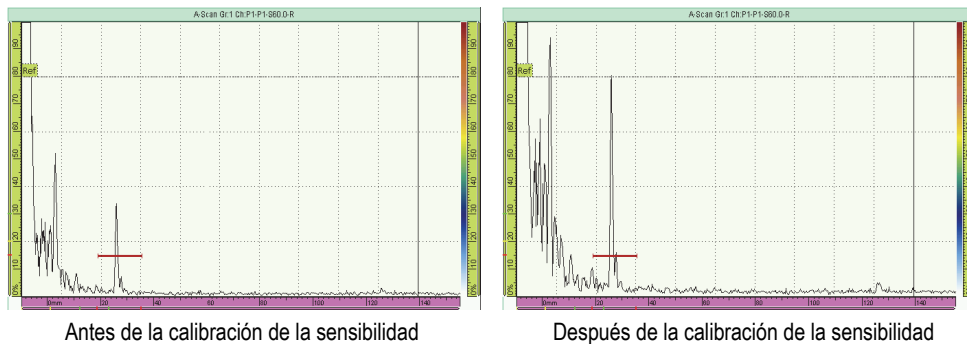

Figura 5-13 Señal del reflector de referencia antes y después de la calibración de la sensibilidad
3. Seleccione **Ajuste UT > Avanzado > Amplitud de ref.**; después, introduzca el valor de amplitud de referencia deseada (80 % en el ejemplo de la Figura 5-13 en la página 142).
La Figura 5-13 en la página 142 muestra la señal del reflector de referencia antes y después de utilizar el comando **Ajustar a XX.X%**.